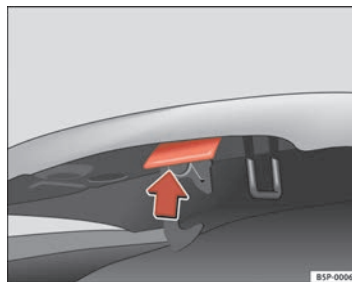

Abb. 168 Öffnungsgriff unterhalb der Motorraumklappe
- Den Hebel unterhalb der Motorhaube nach oben ⇒ Abb. 168 drücken. Dabei wird der Fanghaken entriegelt.